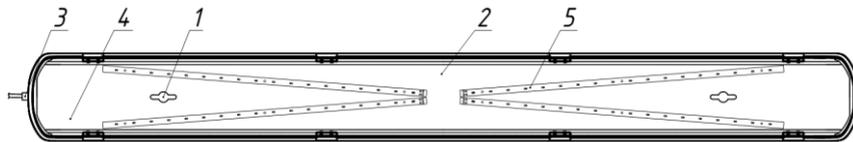

Рисунок 2 – Конструкция светильника Geniled ЛСП 12В.
3.2. Светильник Geniled ЛСП состоит из основных частей (см. рисунок 2):
- 5.5. Снимите стальную пластину. Для этого переведите поворотные держатели 1 в необходимое положение (Рисунок 2, п.1).
- 5.7. Проведите кабель питания через герметичный уплотнитель (Рисунок 2, п.3) внутрь корпуса и подключите к клеммной колодке светильника. При этом необходимо соблюдать полярность соединения проводов: коричневый/красный – «+», синий/черный – «-». Вложите клемму с кабелем внутрь трубы.